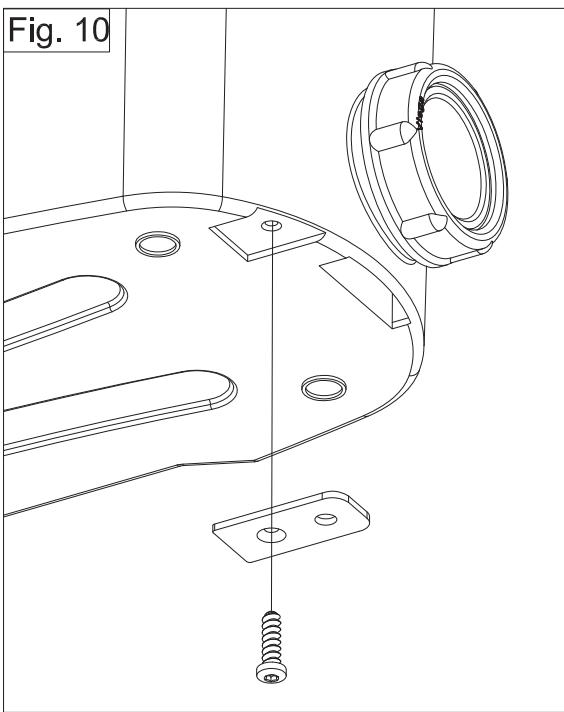

Fig. 11
10) RACCORDEMENT A L'ÉVACUATION : fig. 11
- Mettre en place le coude d'évacuation (A) et l'orienter dans le sens d'évacuation, serrer le coude sur l'appareil à l'aide d'un collier (C1).